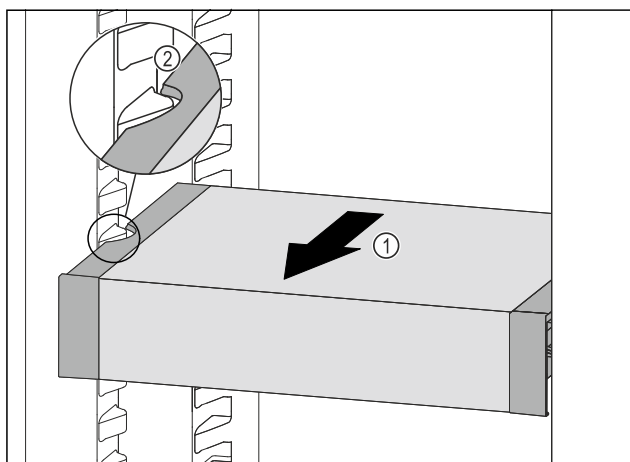

Fig. 113
- Træk VarioSafe fremefter Fig. 113 (1), indtil udsparringerne i siden på VarioSafe er på niveau med beholderribben i kølesektionen. Fig. 113 (2)